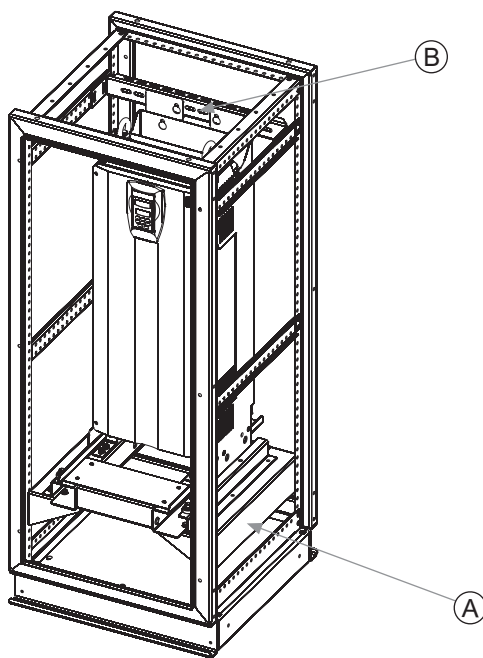

Figura 4: Fijación del Kit KME - Tamaño 7 al panel
- Paso 8** Fije con los tornillos M8x 1,25X16 (17) el subconjunto del Kit KME en la base de fijación (A), ya instalado en el panel eléctrico, figura 4;
- Paso 9** Fije el soporte de izaje (11) al soporte de fijación (B), ya instalado en el panel eléctrico, figura 4;